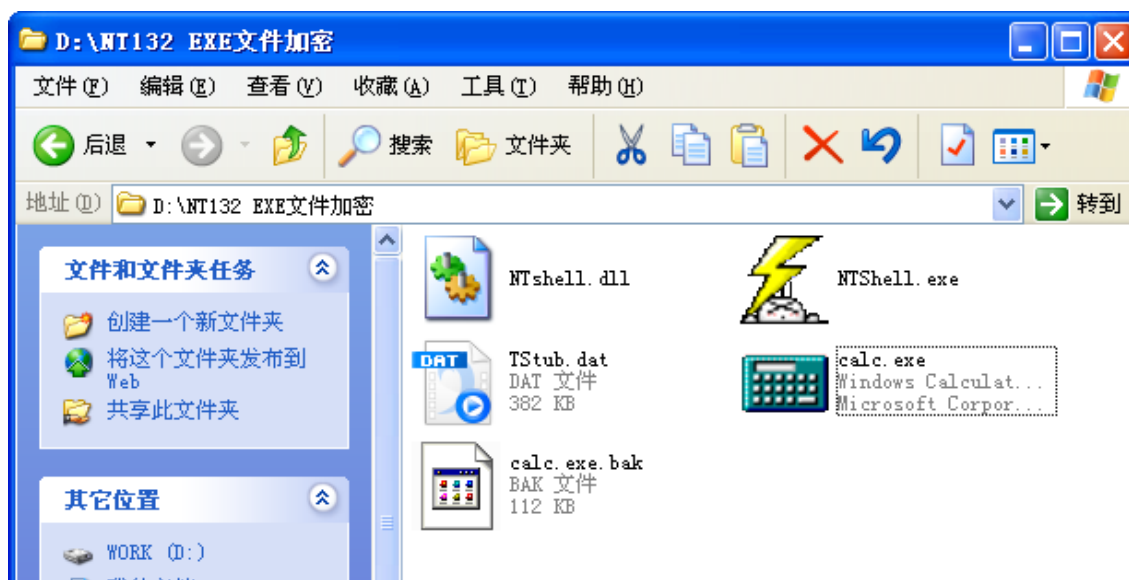

图 7.11 EXE 文件加密结果
8. 最后单击“开始加密”按钮, 即可对选中的EXE文件进行加密, 结果参考如图 7.11 所示。其中, calc.exe文件是加密后的文件; calc.exe.bak为没加密的EXE文件的备份。